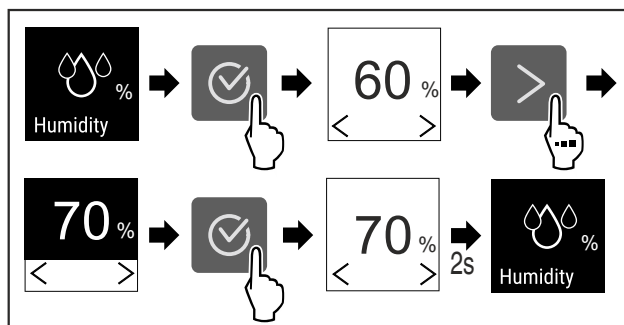

Fig. 38
- ▶ Wykonać czynności (patrz Fig. 38) .